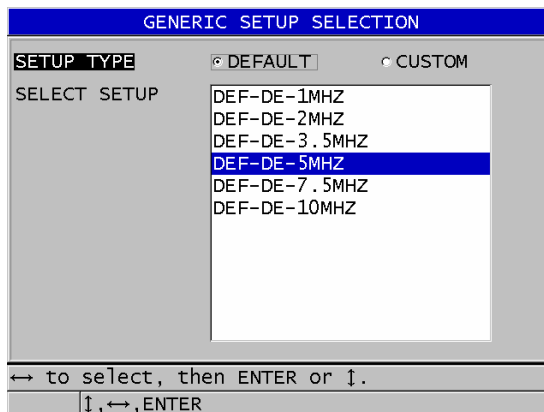

図 12-1 一般的なセットアップ選択画面
2. 表示される一般的なセットアップ選択画面（231 ページの図 12-1 参照）で、以下の操作を行います。